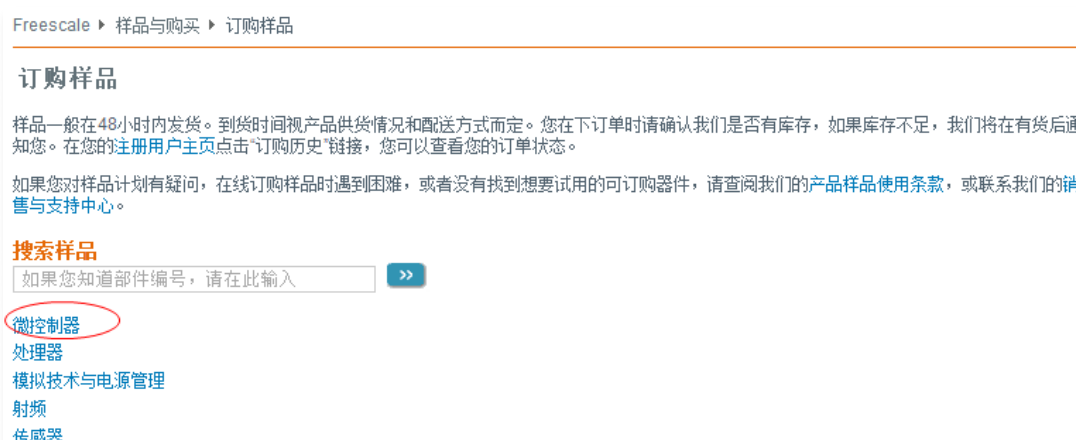

图 36 检索样品
2. 选择微控制器，以K22举例，经过检索可以找到K22的相关样品，或者您可以直接通过“微控制器”→“Kinetis”→“K系列”→“K2x”→“K22”的方式找到该芯片，检索界面如图 36所示。